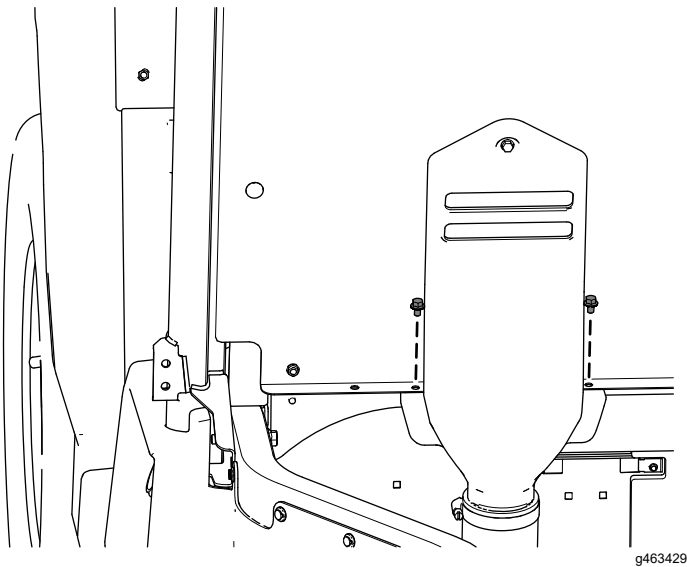

Bild 67
- G. Befestigen Sie die Unterseite der CVT-Ansaughaube mit den beiden zuvor entfernten Bundkopfschrauben ($\frac{1}{4}'' \times \frac{3}{8}''$) an der Sitzplatte, wie in **Bild 67** dargestellt.